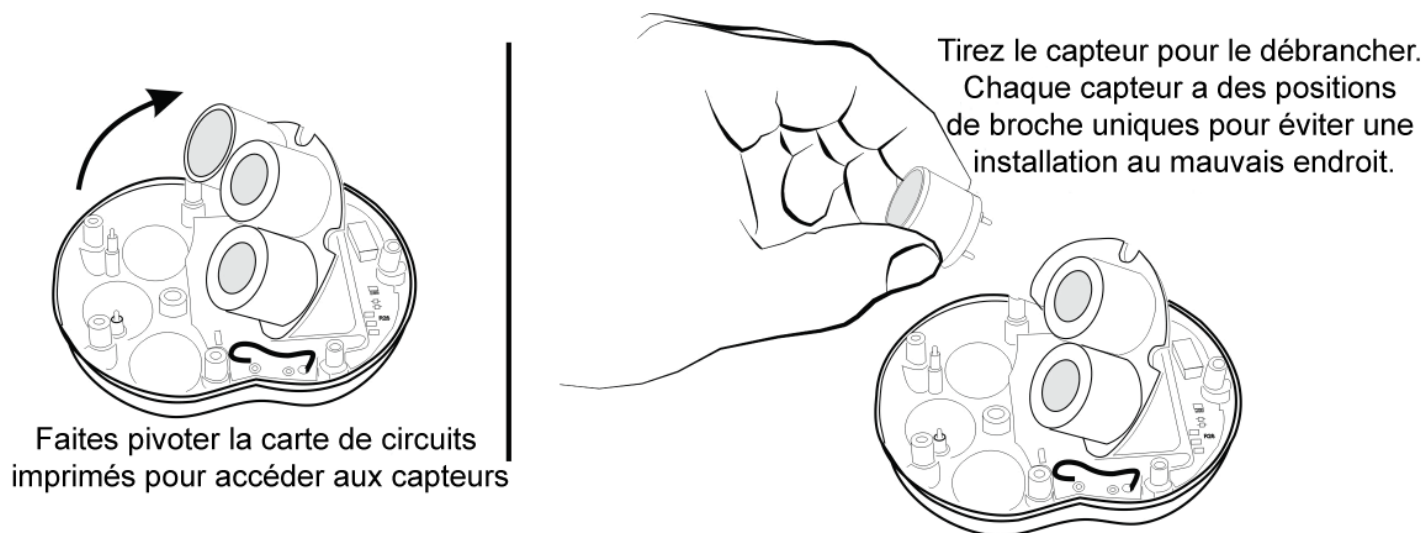

Figure 5-2. Retrait du capteur
- 5) Débranchez le capteur correspondant et remplacez-le par un nouveau capteur. Reportez-vous à la Figure 5-2.